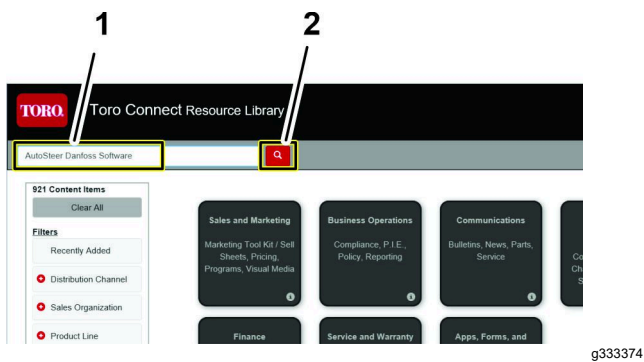

Figura 15
3. En la página web de la Biblioteca, escriba AUTOSTEER en el cuadro Introducir Términos de búsqueda y haga clic con el botón izquierdo en el botón Buscar (Figura 15).